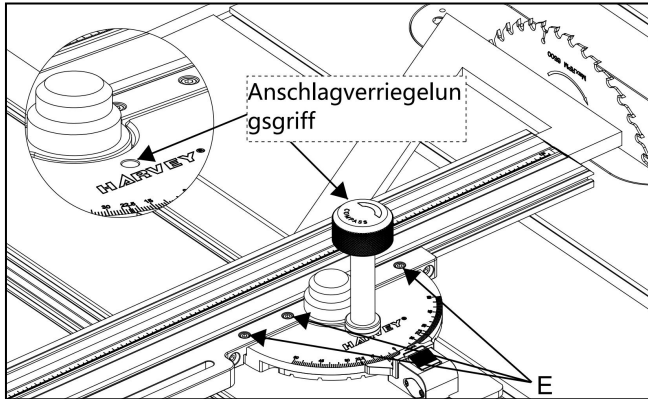

Abb.21
(3) Wie in Abbildung 21 gezeigt, entfernen Sie den Anschlagverriegelungsgriff und drehen Sie ihn durch das vorgesehene Loch auf der Skala, um die Skala zu verriegeln. (Ein Montageloch ist auf der Skala für die Winkelkalibrierung vorgesehen)
(4) Heben Sie das Sägeblatt auf die höchste Position an und überprüfen Sie mit einem Winkel oder einem ähnlichen Werkzeug, ob das Sägeblatt senkrecht zum Anschlag steht. Wenn eine Abweichung auftritt, lösen Sie die Skalenverriegelungsschrauben (E), wie in Abbildung 21 gezeigt, und schwenken Sie den